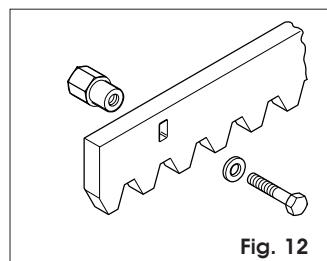

Fig. 12
5.4.1. CREMALLERA DE ACERO PARA SOLDAR (Fig. 12)